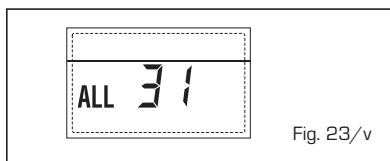

Fig. 23/v
- **ANOMALÍA CONFIGURACIÓN INSTALACIÓN TRES ZONAS "ALL 32" (fig. 23/w)**